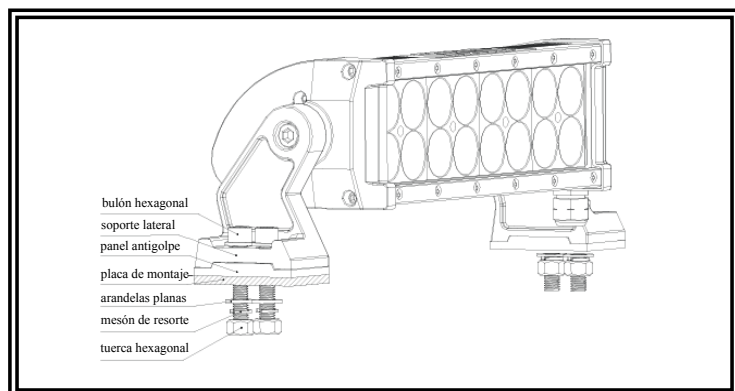

Figura 2
3. Coloque el panel antigolpe sobre la placa de montaje, luego pase el bulón hexagonal por el lateral del soporte. Coloque las arandelas planas y la arandela de resorte de bloqueo sobre el bulón, luego ajústelo. Vea la figura 2.